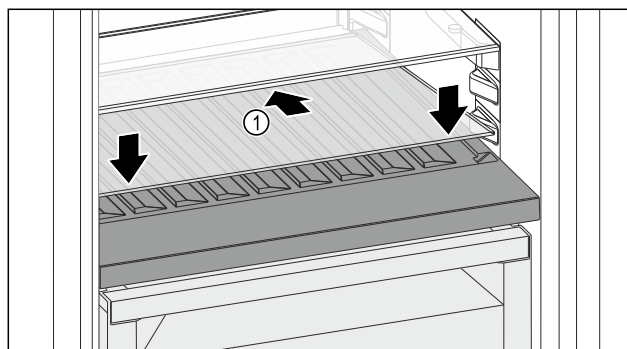

Fig. 158
- Sätt an glasskivan Fig. 158 (1) snett och lutad bakåt.
- Sänk glasskivan Fig. 158 (1) fram till.